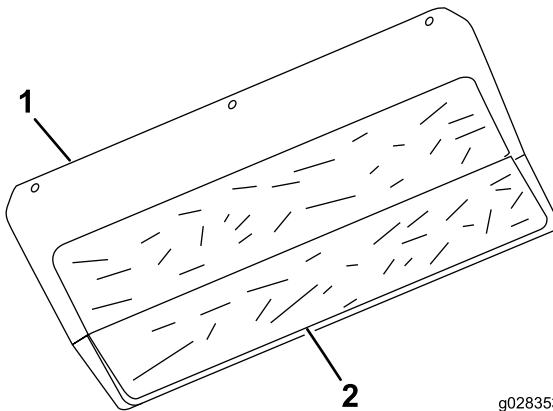

Figura 4
- Retire o suporte e aplique o material autoadesivo da proteção térmica no lado do motor do painel traseiro, posicionando conforme indicado na Figura 4.